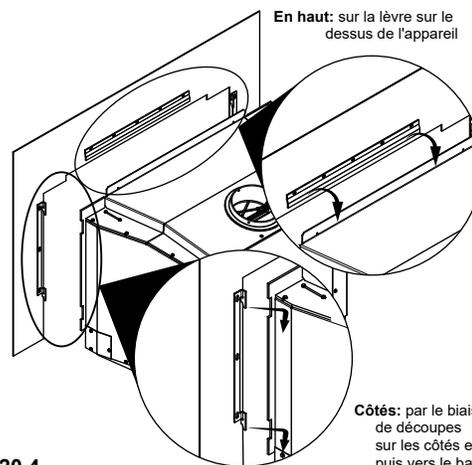

Figure 20.4
4. Soulevez l'encadrement en avant de l'appareil (**Figure 20.4**).